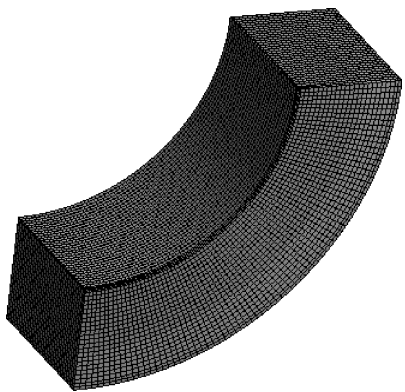

图 3-4 网格划分
(1) 选择【Mesh】→【Details of “Mesh”】→【Defaults】→【Relevance】= 100，【Sizing】→【Relevance Center】= Medium，【Sizing】→【Elements】= 0.001m，其他默认。
(2) 生成网格：选择【Mesh】→【Generate Mesh】，图形区域显示程序自动生成的六面体网格模型，如图 3-4 所示。
(3) 网格质量检查：在导航树里单击【Mesh】→【Details of “Mesh”】→【Quality】→【Mesh Metric】= Element Quality，显示 Element Quality 规则下网格质量详细信息，平均值处在好水平范围内，展开【Statistics】显示网格和节点数量。